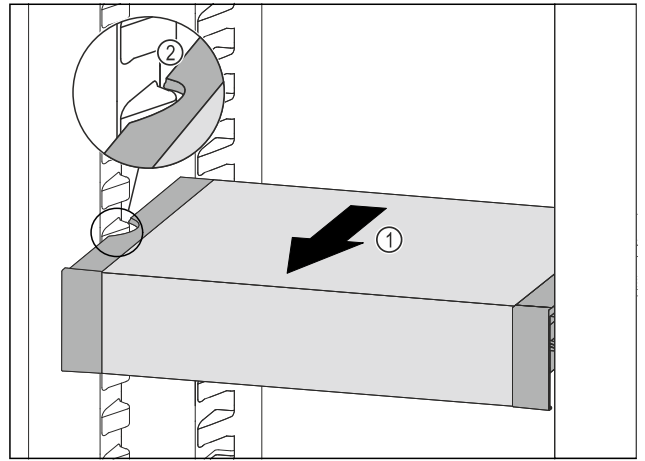

Fig. 119
- ▶ VarioSafe nach vorne ziehen Fig. 119 (1), bis sich die seitlichen Aussparungen des VarioSafes auf Höhe der Behälterrippe im Kühlteil befinden. Fig. 119 (2)